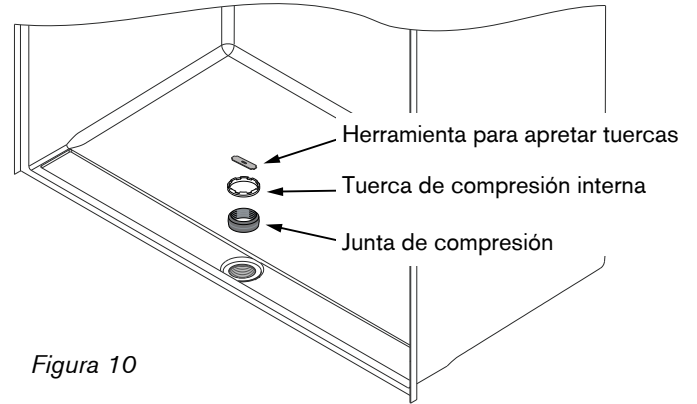

Figura 10
- 16 INSTALACIÓN DEL DESAGÜE FINAL:** Deslice la junta de compresión interna hacia el cuerpo del desagüe y deslice sobre la tubería. **Asegúrese de que el extremo biselado de la junta de compresión interna esté hacia arriba y al ras con la superficie de la tubería.** (Figura 10)